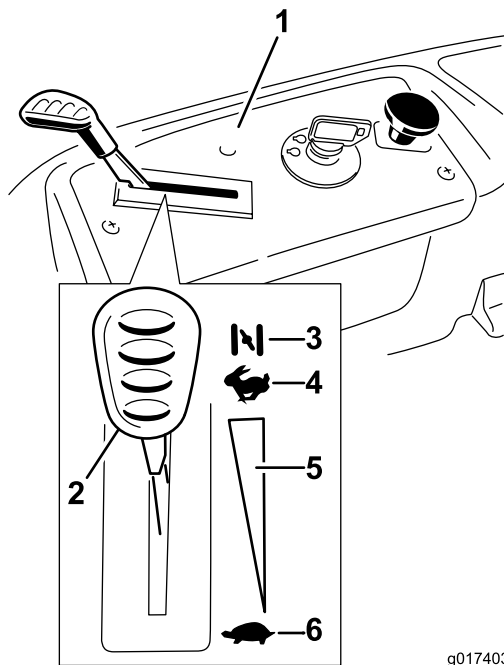

Figura 13
3. Tirate verso l'alto il comando dello starter prima di avviare il motore a freddo (Figura 13).
2. Portate la leva dell'acceleratore in posizione Fast (Figura 13).